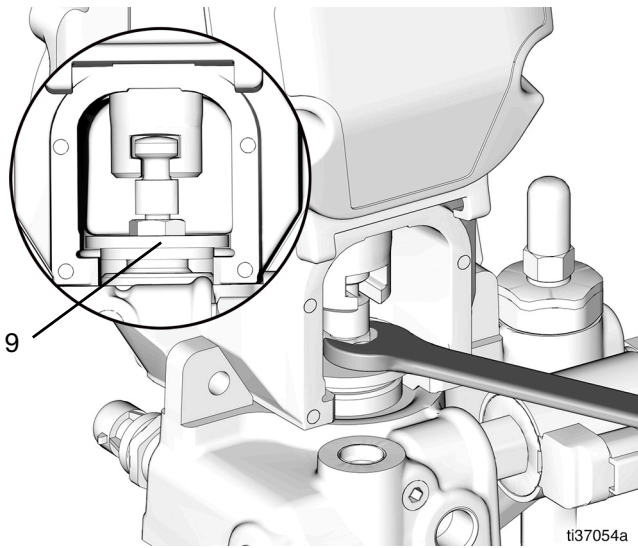

FIG. 69
29. Serrez l'écrou de retenue (9) avec une clé (couple 40,1 N•m) pour fixer (FIG. 69).